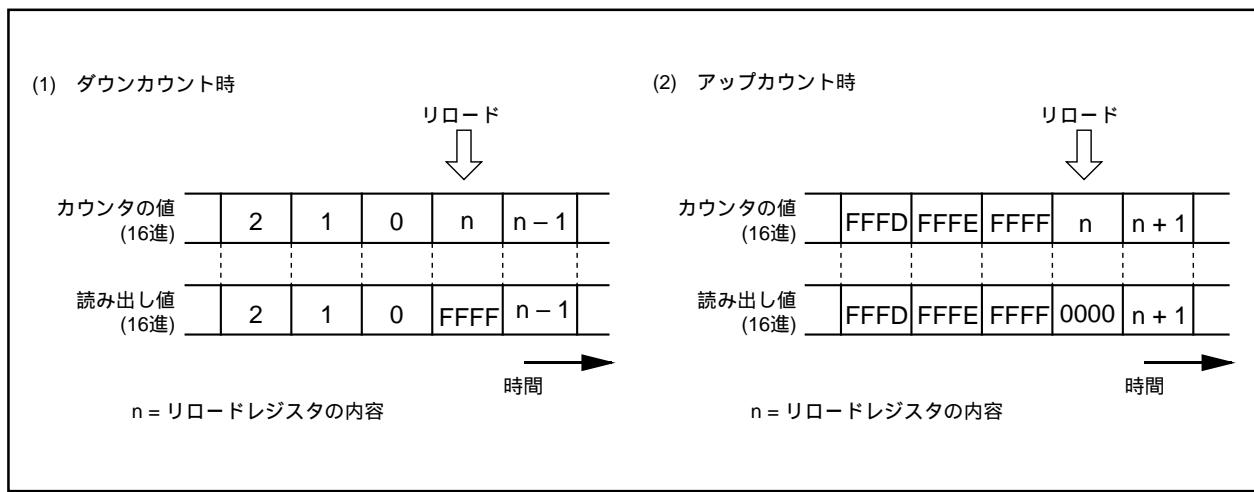

図2.2.29. タイマAiレジスタの読み出し
(2) カウント中のカウンタの値は、タイマAiレジスタを読み出すことによって任意のタイミングで読み出すことができます。ただし、図2.2.29に示すリロードタイミングで読み出した場合、アンダフロー時はFFFF16が、オーバフロー時は000016が読み出されます。カウント停止中にタイマAiレジスタに値を設定した後、カウンタがカウントを開始するまでの期間に読み出しを行った場合、設定値が読み出されます。